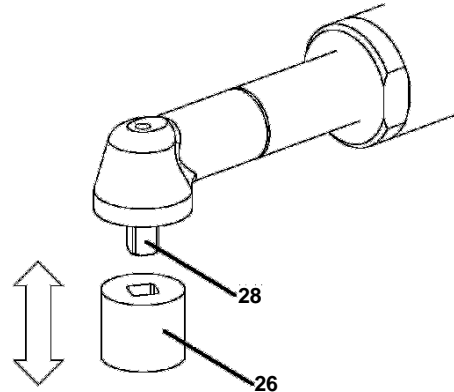

Abb. 16 Werkzeugwechsel WAV
Die Werkzeuge (26) lassen sich einfach aufstecken und abnehmen. (siehe Abb. 16)